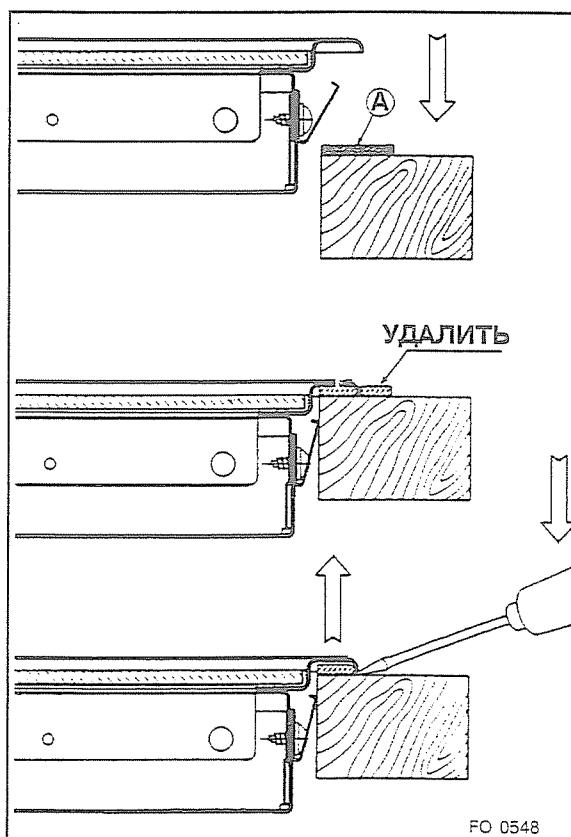

Рис. 4
1. Проложите уплотняющую прокладку (Рис.4 - "A") вдоль всего края выемки.